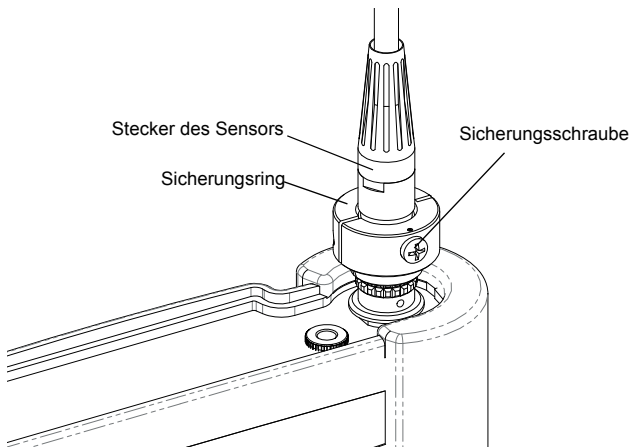

Abb. 7.10: Anschluss der Sensoren (FLUXUS F608**-F2)
- Sichern Sie den Stecker mit dem Sicherungsring, indem Sie die Sicherungsschraube festziehen (siehe Abb. 7.10).